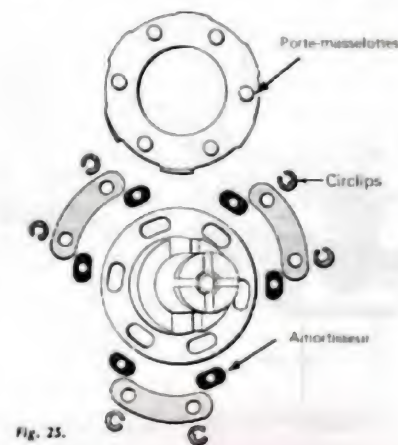

Fig. 25.
- Enlever le porte-masselottes et les amortisseurs (fig. 25). (**Ne pas réutiliser les circlips.**)